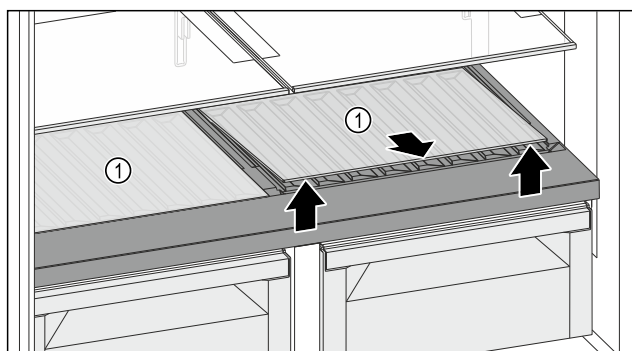

Fig. 113
- 抬起前部槽上的一块玻璃隔板或两块玻璃隔板 Fig. 113 (1)并取出。
- 将玻璃隔板 Fig. 113 (1)稳妥地放在冰箱外。